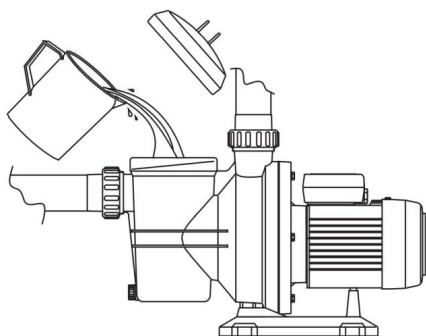

Fig. 10
4. Purgar: Eliminar o ar do interior da bomba, válvula e reservatório. Abrir ligeiramente os purgadores disponíveis (Fig.10)